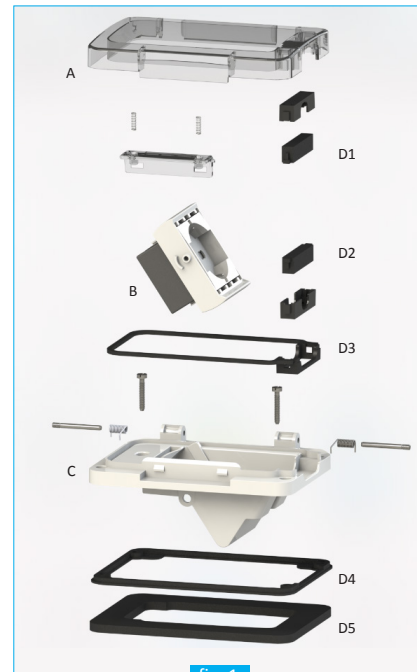

fig. 1
WIDE consta de un chasis (fig. 1-C), un soporte de inclinación (fig. 1-B), adecuado tanto para clavijas de cable axial como clavijas de cable de 90°, una tapa (fig. 1-A) y varias juntas de cierre. (fig. 1-D1,D2,D3,D4,D5)
WIDE se compose d'un cadre (fig. 1-C), d'un support inclinable (fig. 1-B) permettant de recevoir aussi bien des prises avec départ de câble axial que des prises avec départ de câble radial (à 90°), d'un couvercle (fig. 1-A) et de plusieurs joints d'étanchéité. (fig. 1-D1,D2,D3,D4,D5)
- El grado de protección también depende de la buena retención del sello de silicona que retiene el cable. Por lo tanto, compruebe periódicamente el estado de la junta anterior (fig. 1-D1,D2). En caso de deterioro, y en cualquier caso cada 2 años, reemplace la misma junta con el recambio original 4BOX código: 4B.W.RU.
- L'indice de protection dépend également du bon état de conservation du joint d'étanchéité silicone du câble. C'est pourquoi il convient de vérifier périodiquement l'état dudit joint (fig. 1-D1,D2). En cas de détérioration, et de toute façon tous les 2 ans, remplacer le joint par un joint d'origine 4BOX réf. 4B.W.RU.